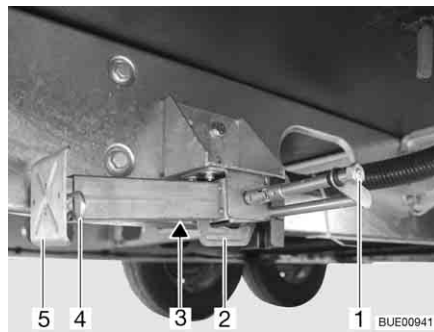

Bild 35 Hubstütze
- Am Sechskant (Bild 35,1) den Steckschlüssel aufstecken und drehen, bis die Hubstütze senkrecht nach unten steht.
- Wenn die Länge der Hubstütze verstellbar ist, den Splint (Bild 35,4) aus der Stützfußverlängerung (Bild 35,5) herausziehen.
- Am Sechskant (Bild 35,1) den Steckschlüssel aufstecken und drehen, bis die Hubstütze wieder vom Boden frei ist.
- Stützfußverlängerung (Bild 35,5) ganz einschieben und Splint (Bild 35,4) in die vorgesehene Bohrung an der Stützfußverlängerung stecken.
- Am Sechskant (Bild 35,1) drehen, bis die Hubstütze nach oben geschwenkt ist und die Führung (Bild 35,2) ganz am Ende des Schlitzes (Bild 35,3) ansteht.